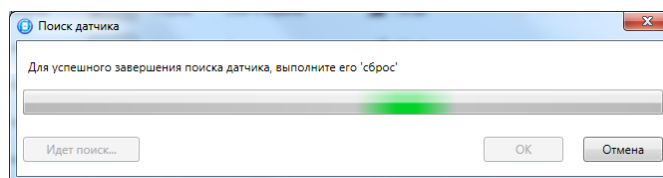

Рис. 7.9. Регистрация радиоизвещателя
6.4. После нажатия кнопки *ОК* в течение 30 секунд будет осуществляться поиск радиоизвещателя контроллером (рис. 7.9). В течение этого времени необходимо **установить в радиоизвещатель основной элемент питания CR123A**.